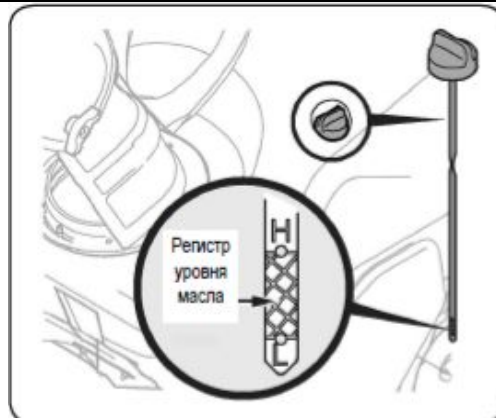

Рис. 8
4. Медленно добавляйте масло до тех пор, пока уровень масла окажется между рисками H (высокий уровень) и L (низкий уровень) (См. Рис. 8). Справочные данные по вязкости масел и емкости картера двигателя приведены в разделе «Техобслуживание двигателя».